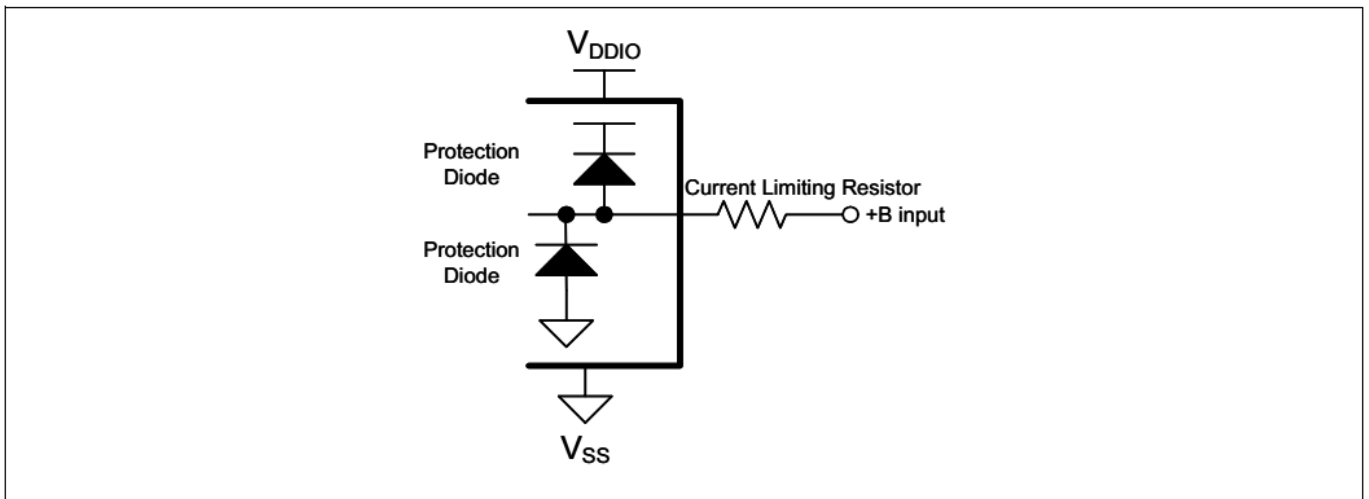

图 10 推荐电路示例^[42]
33. 必须设置限流电阻，确保 I/O 引脚的电流在任何时候（包括电源瞬变期间）都不会超过额定值。有关推荐电路的更多信息，请参见图 10。
33. 必须设置限流电阻, 确保 I/O 引脚的电流在任何时候 (包括电源瞬变期间) 都不会超过额定值。有关推荐电路的更多信息, 请参见图 10。